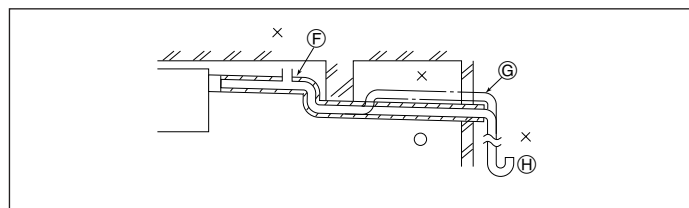

Fig. 5-2
5.2. Instalación incorrecta de las tuberías (Fig. 5-2)